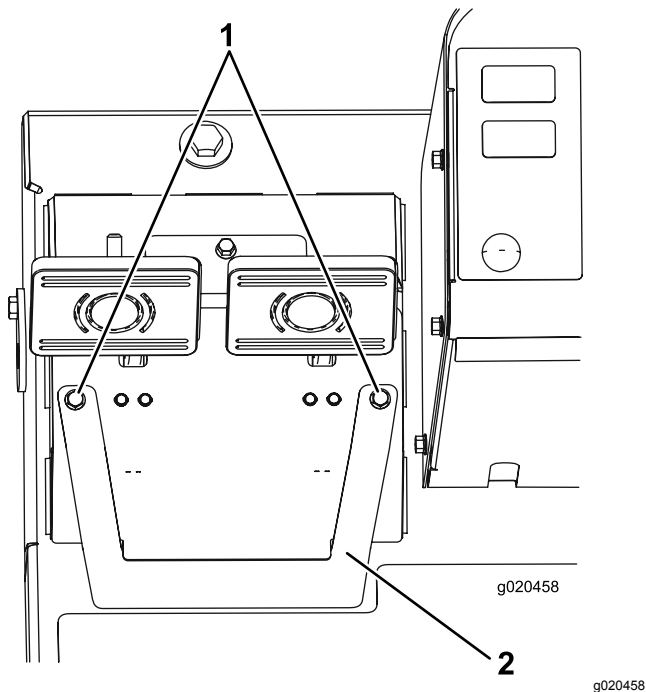

Bild 90
- A. Lösen Sie die zwei Befestigungsschrauben und nehmen die Bremseinstellabdeckung ab (Bild 90).